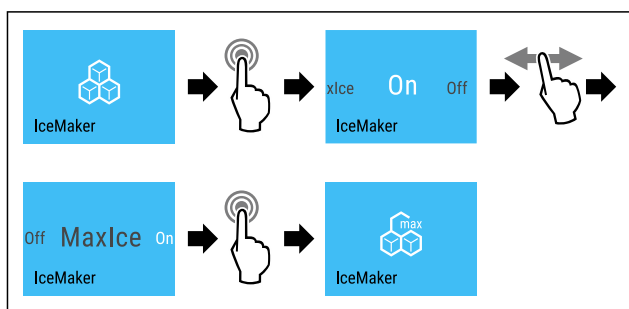

Fig. 18
► Complete the steps (see Fig. 18) .